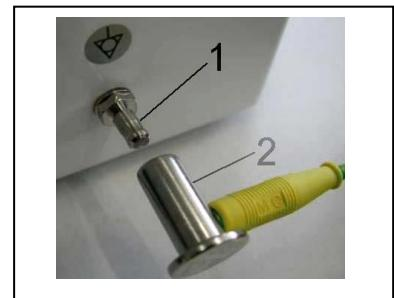

Abb. 11
- Verbinden Sie den Stift für den Potenzialausgleich Ø 6 mm (1) mit dem Stromkreislauf entsprechend den in den gültigen Vorschriften für elektrische Arbeiten aufgeführten Methode. Die Buchse für den Potenzialausgleich (2) ist ein Zubehörteil und nicht im Grundpaket enthalten. (Abb. 11)